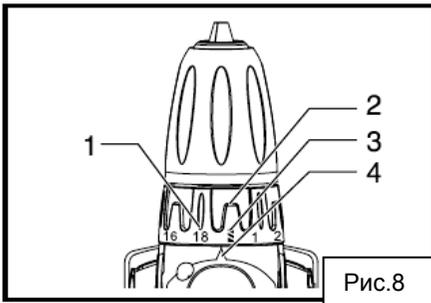

Рис.8
На рис. 8:
Для установки крутящего момента, поверните и установите муфту регулировки крутящего момента (Рис.8;
2) в нужное положение. Установки крутящего момента обозначены цифрами (Рис.8; 1) на поворотном переключателе муфты. Совместите одну из цифр (от 1 до 18) на поворотном переключателе с указателем (Рис.8; 4) на внешнем корпусе
инструмента. Для использования инструмента в качестве дрели, совместите значок «сверление» (Рис.8; 3) на переключателе со значком указателя на внешнем корпусе. Поворотный переключатель не блокируется, если указатель расположен между делениями.